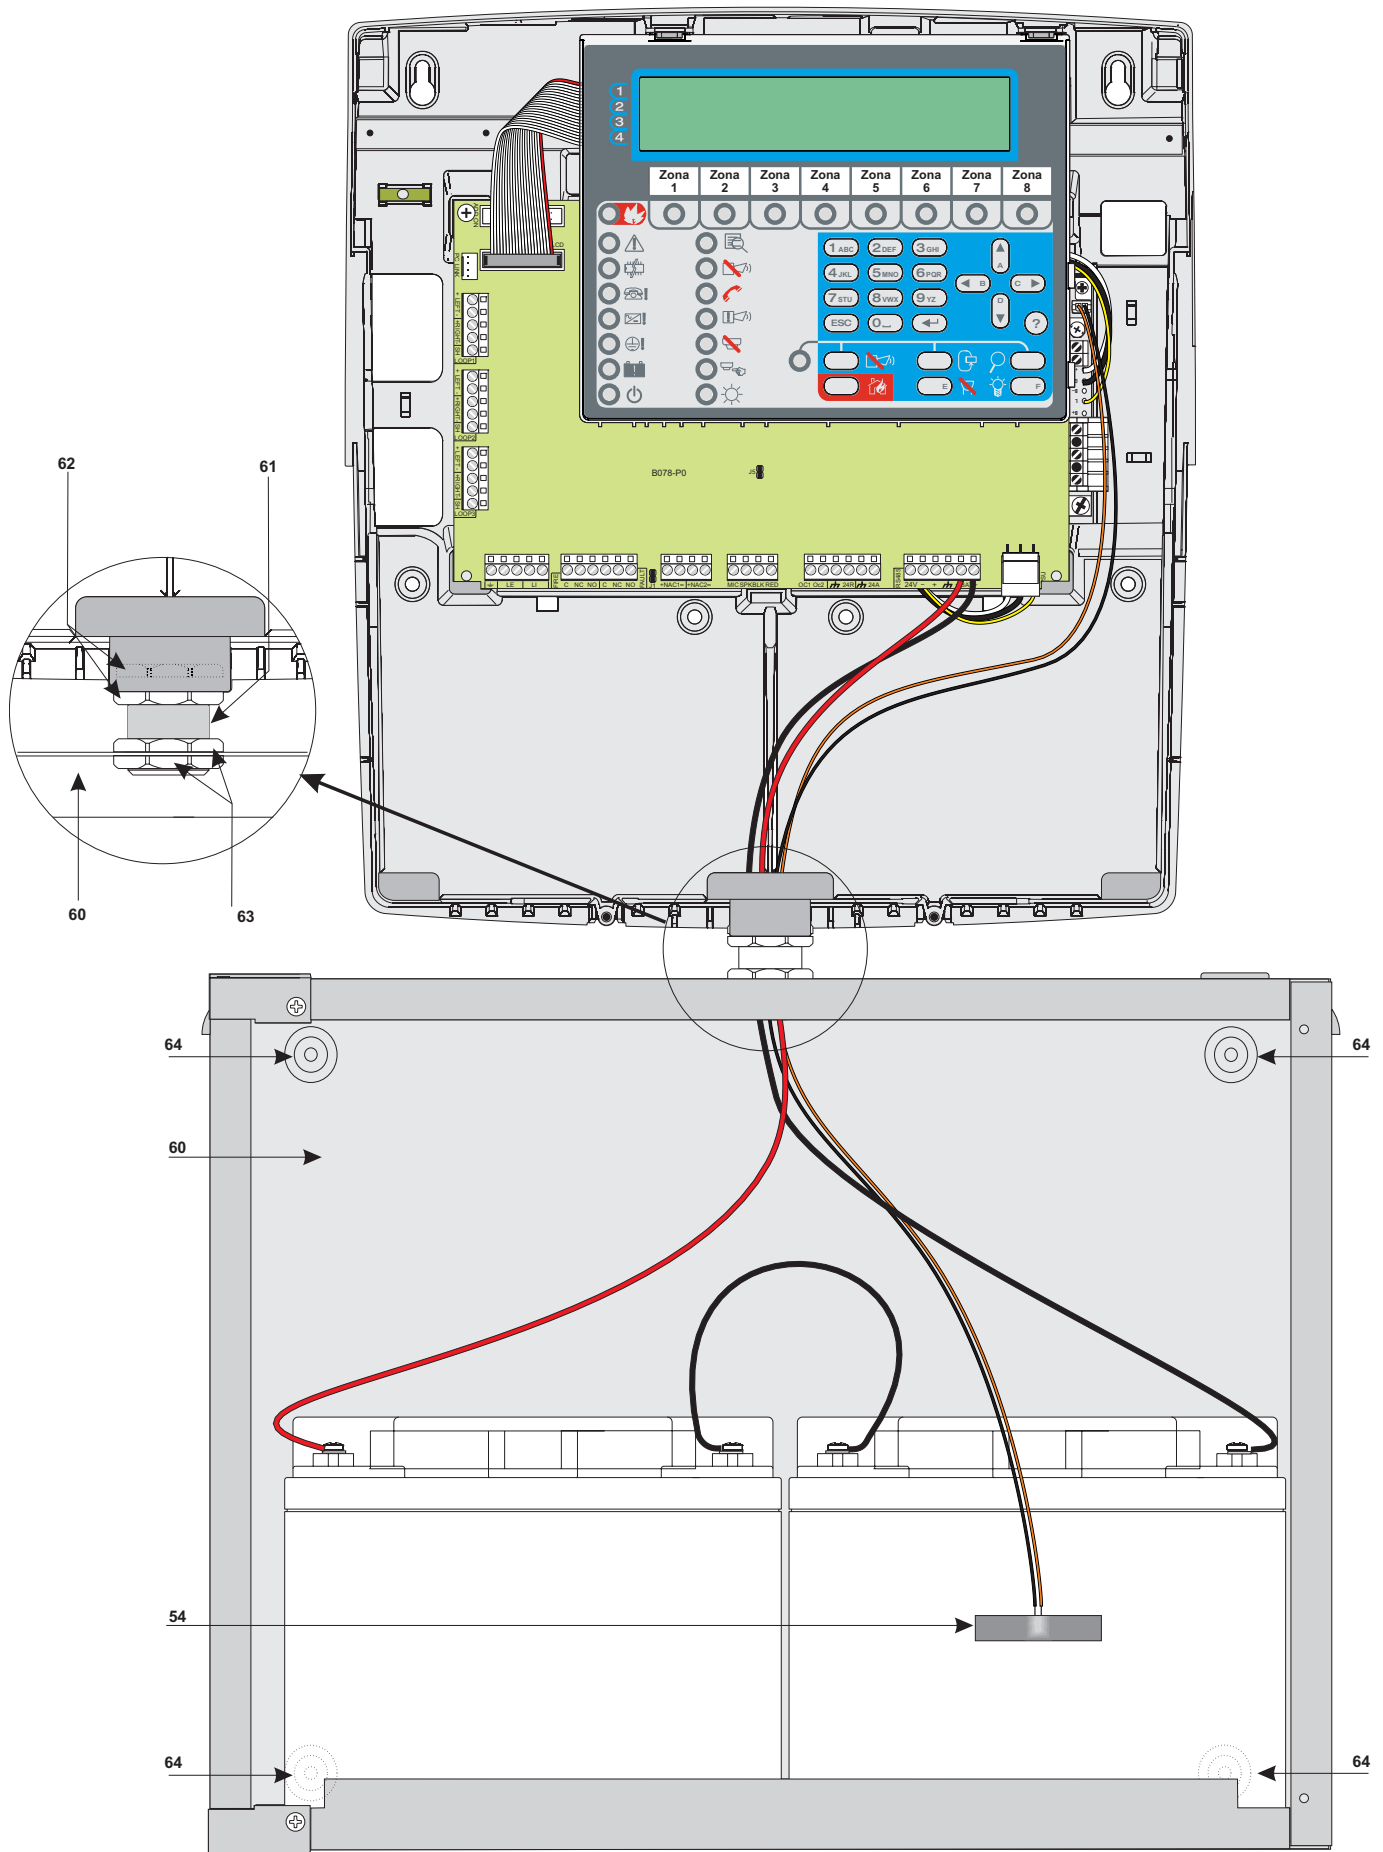

Figura 14 Conexión entre la central **FC501-H/FC501-HK** y el contenedor de las baterías de 38 Ah (opcional).
1. Conectar la Sonda Térmica (**64**) al conector (**45**) (Figura 14) de la Fuente de alimentación conmutada BAQ35T24/BAQ60T24.
Para fijar la caja para baterías de 38Ah (vea la Figura 14, sólo para el Central de incendios FC501-H y FC501-HK).